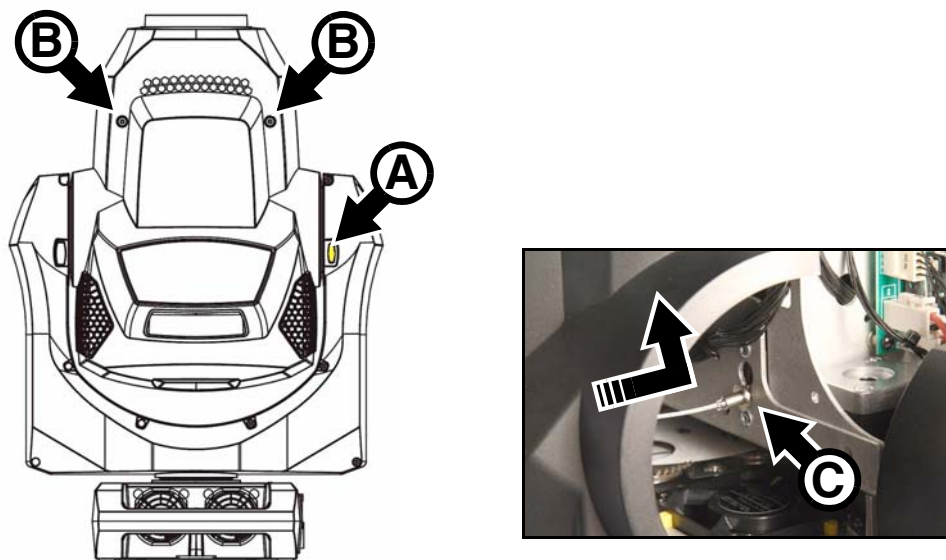

Figure 9: Démontage du capot inférieur de la tête
3. Voir Figure 9. Placez la tête de façon pour avoir le bouton de verrouillage de la lyre **A** à droite. Dans cette position, le capot inférieur est en face de vous. Verrouillez la tête.